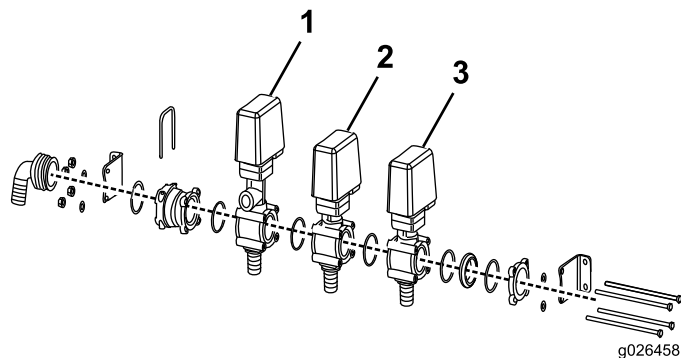

Figur 3
6. Fjern boltene forsiktig, og demonter ventilenheten (Figur 3).